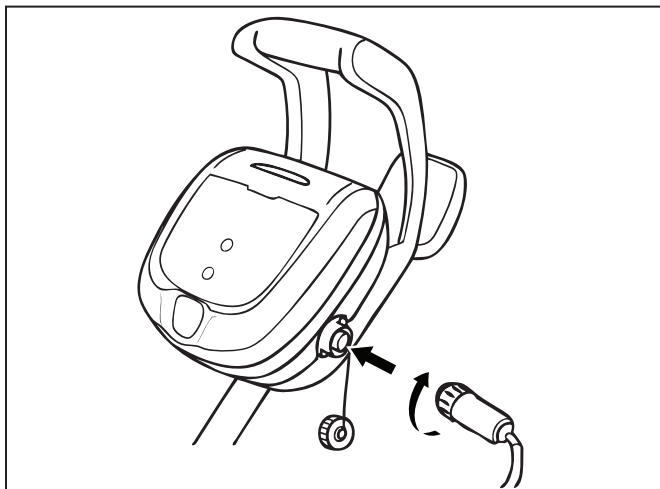

Figure 12. Brancher le câble électrique
2. Insérer l'extrémité du câble électrique flottant dans le module de commande et tourner en sens horaire pour serrer. Ne pas trop serrer (Figure 12).